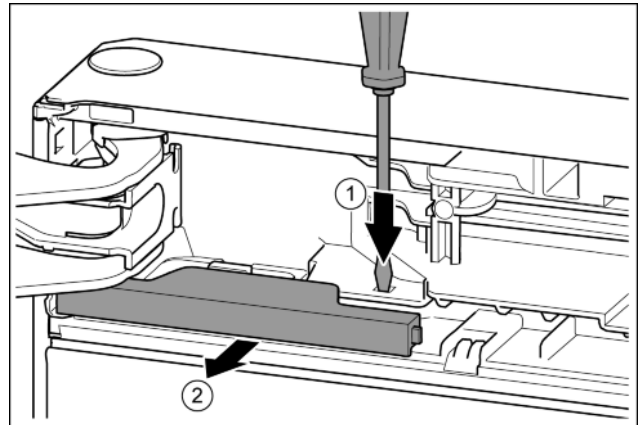

Fig. 11
- Nyomja a fedőlemezt csavarhúzóval. Fig. 11 (1)
- Húzza ki a fedelet a reteszelésből. Fig. 11 (2)